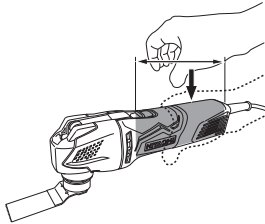

Fig. 1
1. Siempre sujete la herramienta con firmeza con una mano en la carcasa (Fig. 1). No toque la parte de metal.